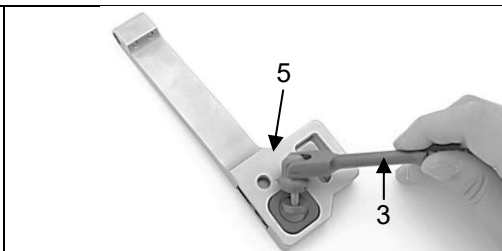

Fig. 15
Insérer d'abord le levier d'entraînement (3) dans l'encoche correspondante du boîtier (5) (Fig. 15).